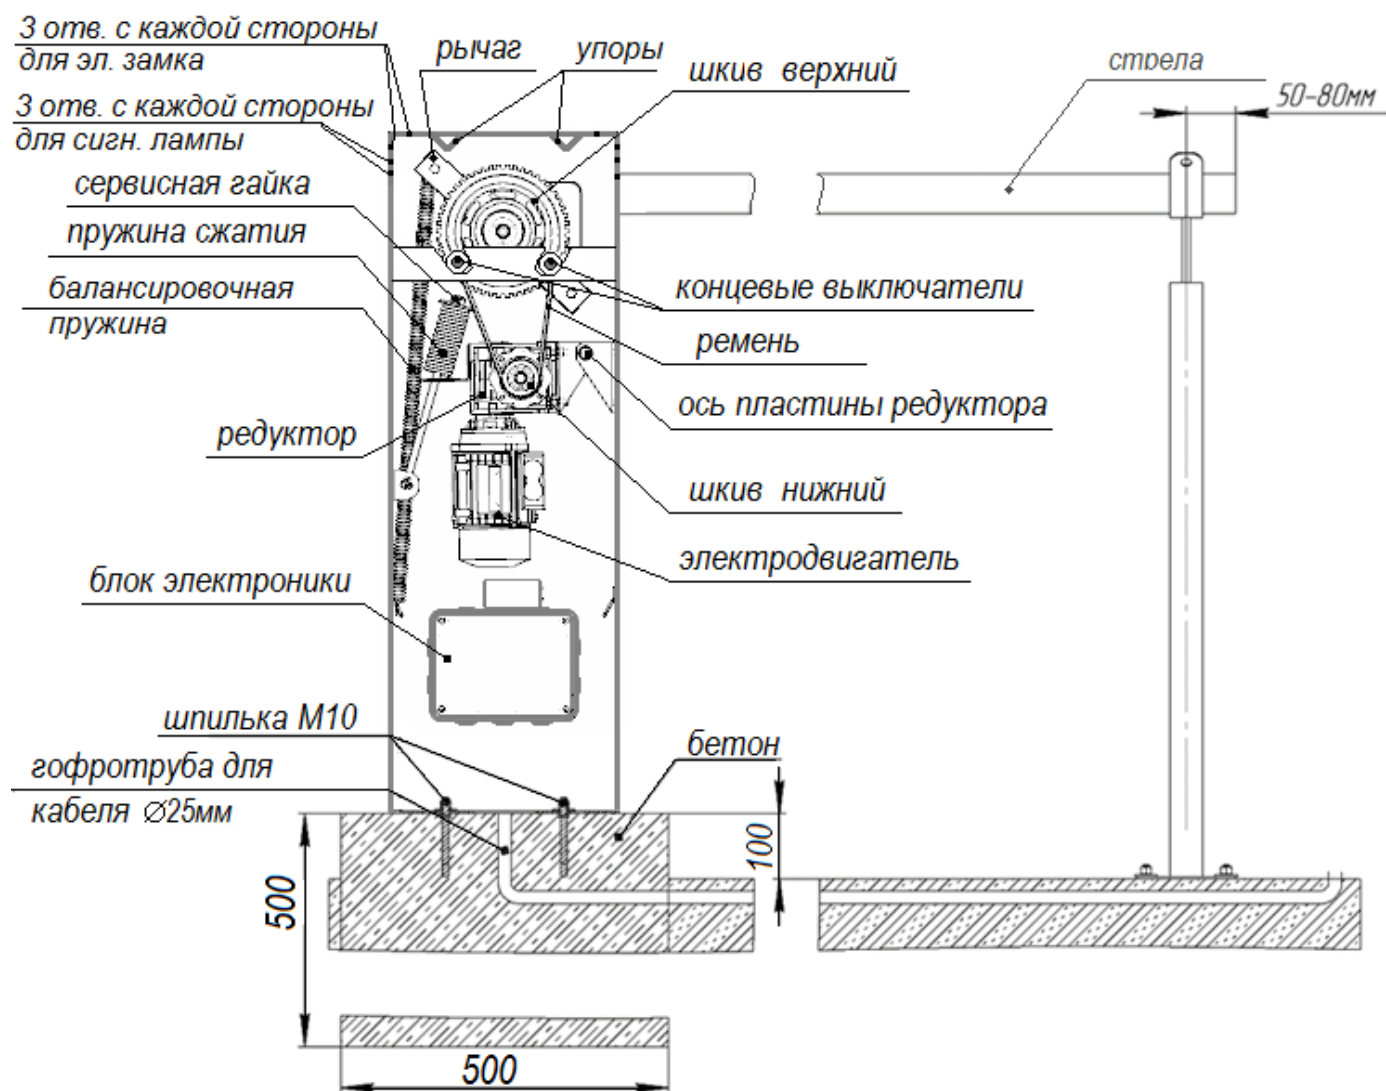

Рисунок 1
Шлагбаум следует установить на фундамент размером 500х500х500 из бетона марки не ниже М400. При заливке необходимо использовать монтажный комплект: монтажную раму и анкеры, при этом каждый анкер должен выступать над поверхностью фундамента своей резьбовой частью на высоту не менее 40 мм. Сам фундамент должен выступать над уровнем проезжей части не менее 100мм (см. Рисунок 1, 2)
На производстве шлагбаумы собираются в правостороннем исполнении (если смотреть со стороны крышки тумбы, стрела с права см. Рисунок 1, 2).
- * Переставить балансировочную пружину с левого крепления на рычаге и зацепе на правое крепление (см. Рисунок 1).
Концевые выключатели настраиваются таким образом, чтобы при срабатывании выключателя рычаг останавливался на расстоянии 1-2 мм от упоров, расположенных на верхней поверхности корпуса шлагбаума, не касаясь их (см. Рисунок 1).
Сигнальная лампа подключается к разъему X3. Напряжение ~230В. Активируется при движении стрелы шлагбаума. Лампа крепится с боку корпуса шлагбаума (см. Рисунок 1)